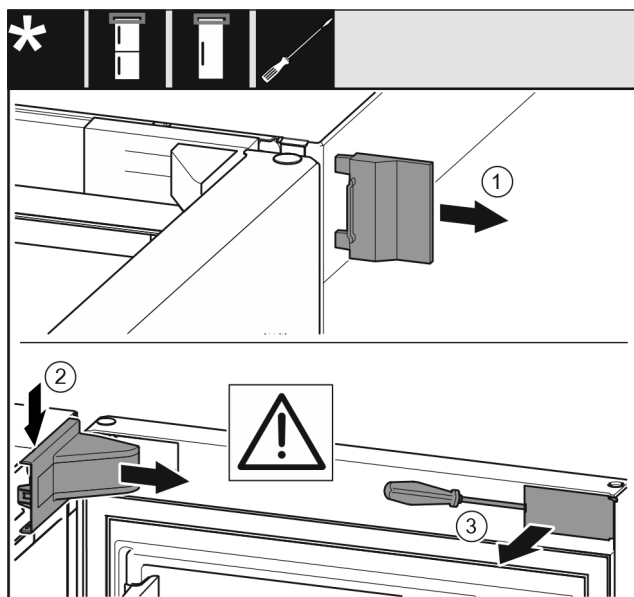

Fig. 8
- Rimuovere la copertura esterna. Fig. 8 (1)
- Disinnestare e allentare la copertura del blocco di supporto. Rimuovere la copertura del blocco di supporto. Fig. 8 (2)
- Disinnestare il pannello con un cacciavite a testa a intaglio e ruotarla lateralmente. Fig. 8 (3)